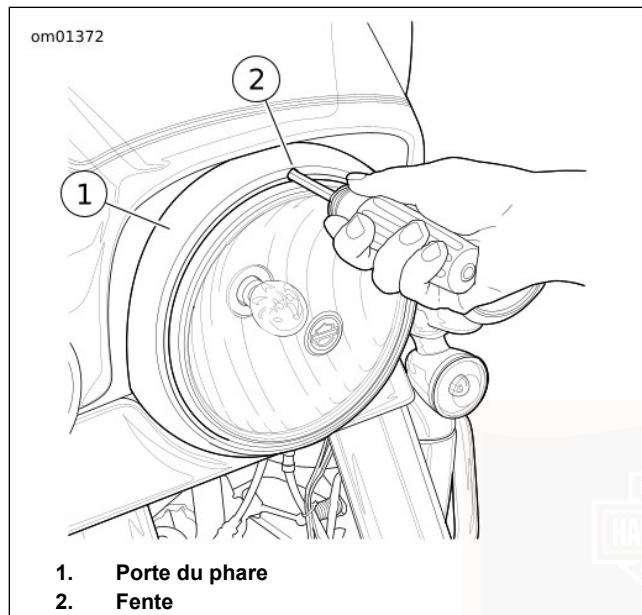

Figure 63. Porte du phare
1. Voir Figure 63. Insérer le tournevis Phillips entre le boîtier du phare et le joint en caoutchouc.